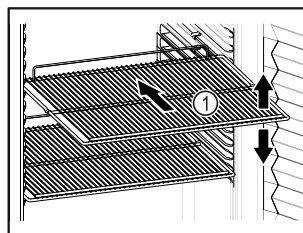

Fig. 49
- Pokud jsou odstavné rošty Fig. 49 (1) přemístitelné, přizpůsobte je vždy na danou výšku.